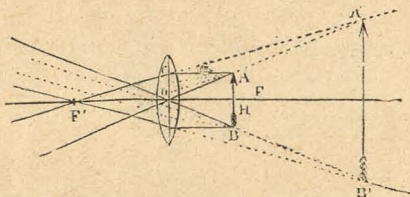

Fig. 138.—Formación de la imagen virtual en las lentes convergentes.
2.º Un objeto colocado á una distancia de la lente mayor que la distancia focal y menor que el doble de la misma, da una imagen *real, invertida y mayor que el objeto* (fig. 138).